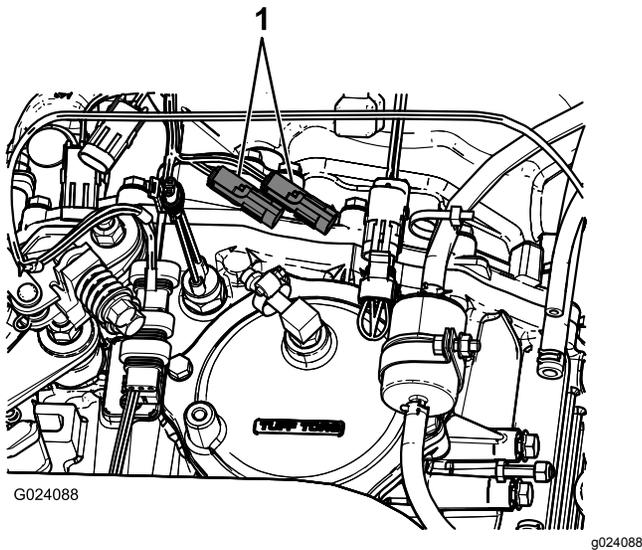

Рисунок 16
2. На мосту с коробкой передач вставьте 3-штыревой разъем жгута проводов автомобиля для датчика скорости в 3-гнездовой разъем жгута проводов опрыскивателя для датчика скорости (Рисунок 16).